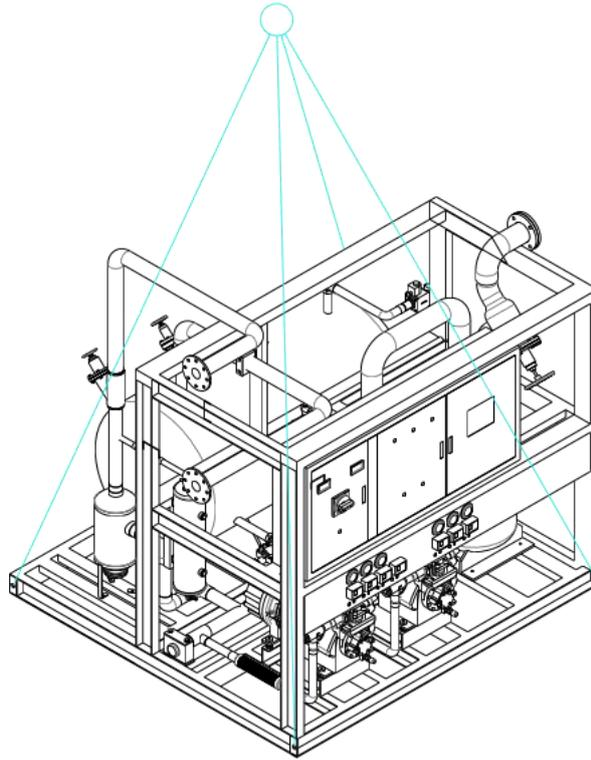

Figura 7 Tabla 7
4) Al instalar el equipo, consulte la Figura 7 para realizar las operaciones de elevación.